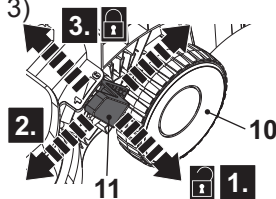

Fig. 12
1. Tire de la palanca (11) hacia la rueda trasera (10) (Fig. 12, paso 1).
2. Mover hacia adelante o hacia atrás para ajustar la altura de corte (Fig. 12, paso 2).
3. Suelte la palanca (11) y asegúrese de que ha encajado correctamente en la ranura (Fig. 12, paso 3)